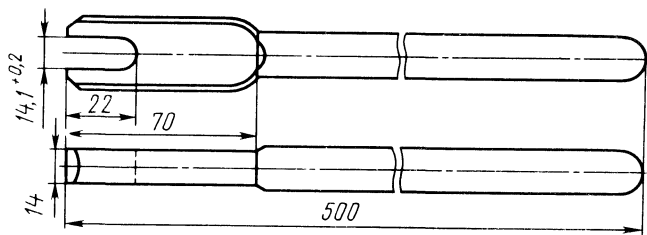

Рис. 146. Ключ для поворота и выбивки шкворня
2. Удалить нижнюю заглушку, для чего вставить специальный ключ, показанный на рис. 146, в вырез шкворня, образованный двумя плоскими лычками, и, поддерживая противоположный конец ключа рукой, сильно ударить молотком по ключу в непосредственной близости от шкворня. Если заглушка при этом не выбивается, рекомендуется несколько раз повернуть шкворень ключом, удерживая поворотный кулак и повторить попытку. При необходимости таким же способом можно удалить и верхнюю заглушку.